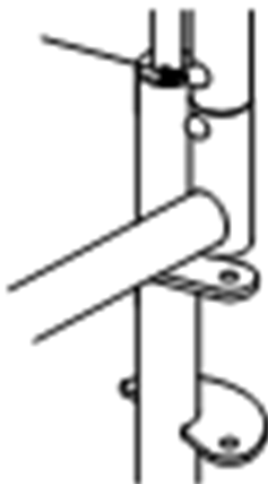

Figura 6
- Si su silla de ruedas está equipada con un marco de apoyabrazos desmontable, presione la bola de acero del marco de apoyabrazos al desmontar para liberar la bola de acero del agujero del pasamanos, y el marco de apoyabrazos se puede quitar; al instalar el marco de apoyabrazos en el chasis, la bola de acero puede encajarse en el agujero del marco de apoyabrazos. (Ver figura 6)